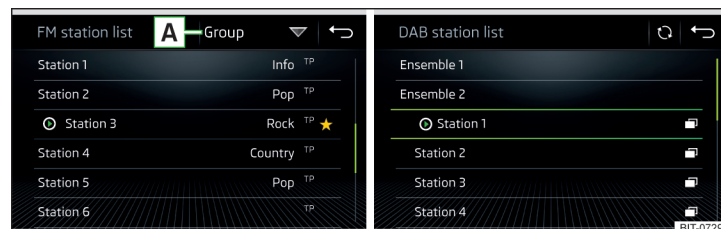

Fig. 140 Ejemplo de la lista de emisoras FM/DAB disponibles:
- Para **clasificar** (FM) las emisoras en la secuencia alfabética, según grupo o género, pulsar la superficie funcional  » fig. 140 » .
- Para la **filtración** de la emisora según el tipo de programa (p.ej. cultura, música, deporte, etc.), en la lista de emisoras FM (con la función RDS encendida) y DAB (en la clasificación alfabética seleccionada de la lista de emisoras), pulsar la superficie funcional  » fig. 140.
► Para la actualización **manual**, pulsar la superficie funcional  » **fig. 140**.